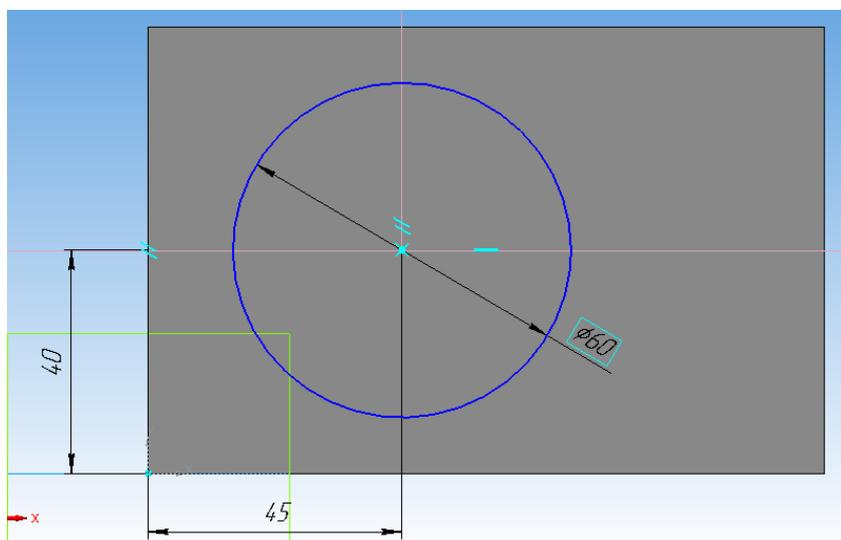

Рисунок 31.
7. На верхней поверхности основания, на указанном расстоянии с помощью вспомогательных прямых, создайте новый эскиз окружности  $\phi 60$  (рисунок 31). Выйдите из режима «Эскиз».